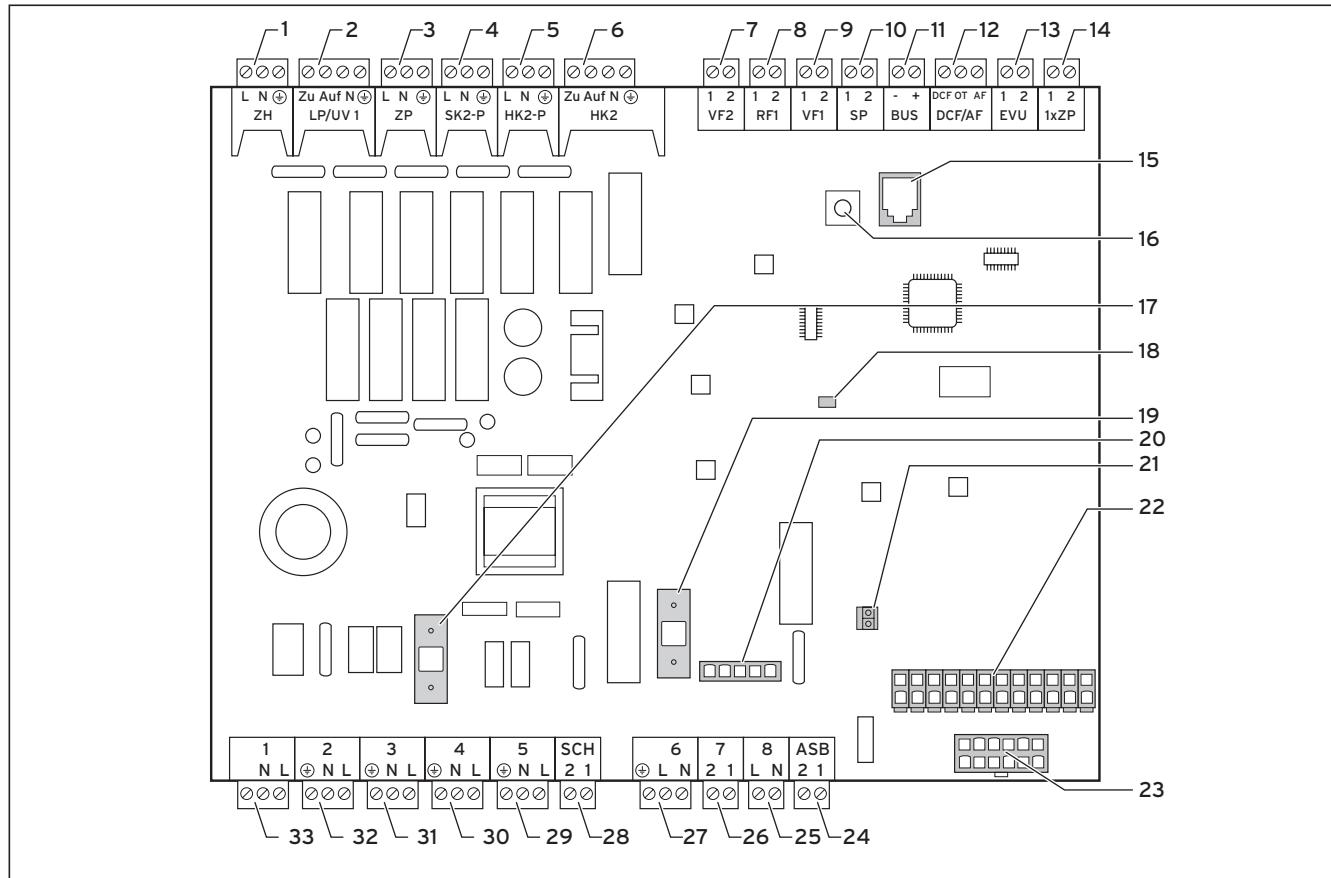

Рис. 5.6 Плата регулятора
- Подключите реле сигнала пульсационного контроля к клемме 13 "EVU", если требует VNB. Этот сигнал блокирует тепловой насос при замкнутом контакте (см. рис. 5.6).
- Подключите постоянное электропитание к подаче сетевого питания по высокому тарифу (2).
- Подключите электропитание по низкому тарифу к подаче сетевого питания по низкому тарифу (1).
- Подключите постоянное электропитание к подаче сетевого питания регулятора (2).
#### Пояснение к рис. 5.6
Посредством присоединительной клеммы "SK2-P" (см. рис. 5.6, поз. 4) Вы можете управлять запорными вентилями в отопительных контурах, которые следует исключить из режима охлаждения (напр., ванна).